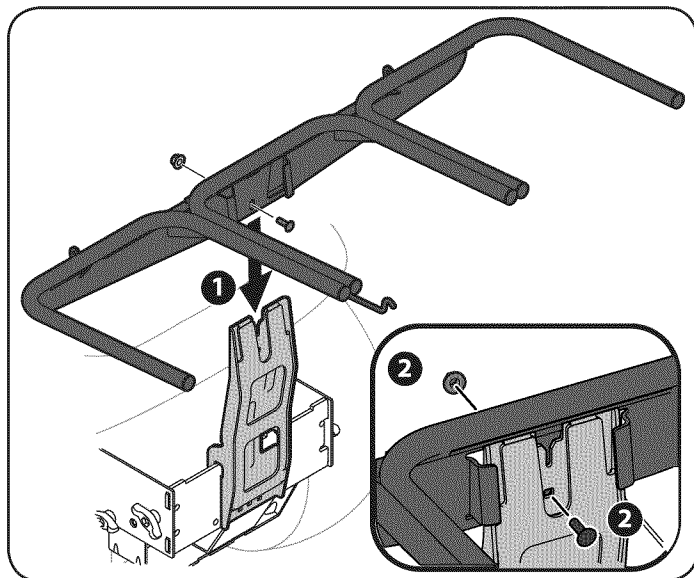

Figure 30
6. Usando una "llave de media o socket, asegurar el conjunto de suspensión a la posición vertical de montaje del conjunto utilizando otro perno (710-0276) el transporte del paquete de tornillería 689-00328A y la brida de la tuerca de seguridad empaquetada con el soporte de montaje vertical. See Figure 30.